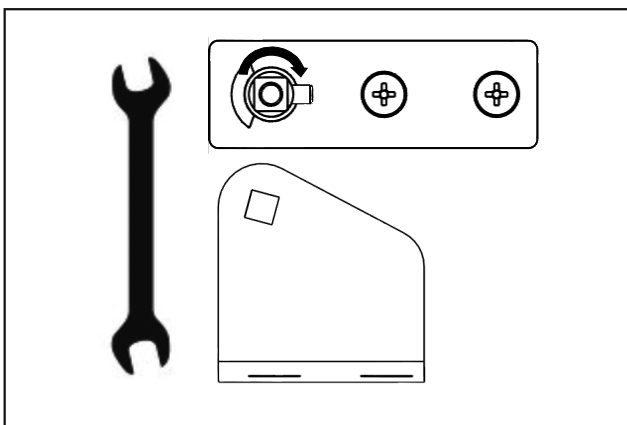

Fig. 22
- ▶ Čtyřhran čepu ložiska závěsu musí být nastaven pomocí klíče na šrouby, aby ho bylo možné vsadit do čtyřhranného otvoru třmenu. (viz Fig. 22)